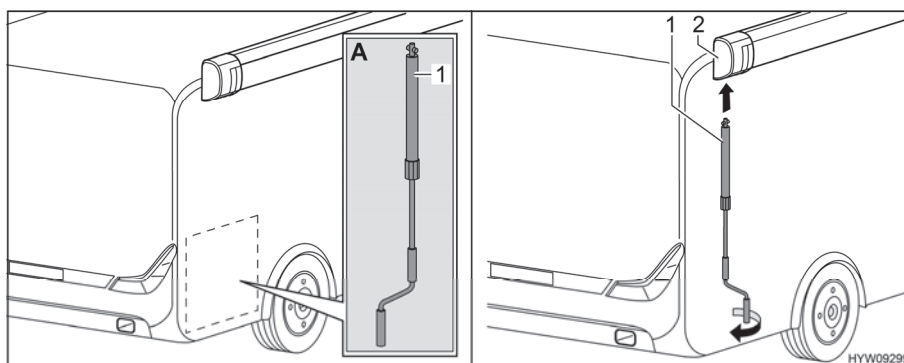

Bild 20 Montera veven
- Ta ut veven (Bild 20,1) ur det bakre förvaringsutrymmet (Bild 20,A).
- Sätt veven i markisens bajonettfassning (Bild 20,2).